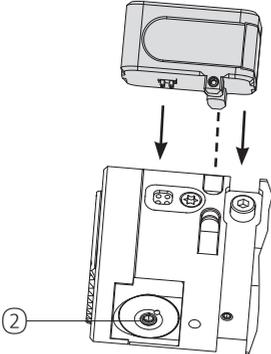
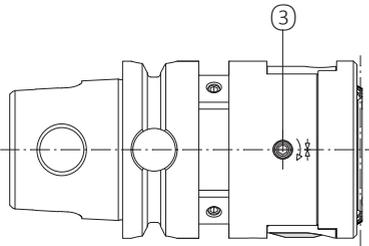

图 1
图 3
(图 1、2、3)：
2. 将显示装置卡入刀具的夹持槽内（定位的时候对准接触点，图 1）
3. 按下“ON/Reset”（启动/重置）① 按钮启动数字读数模块。启动后，上次显示的增量值会显示在显示屏上。设置过程结束后 30 秒会自动关机。最长开启时间为 120 秒。
4. 松开锁紧螺钉 ③（图 3）。
6. 拧紧锁紧螺钉 ③（图 3）（拧紧扭矩为 3 Nm (26.55 in. lbs.)）